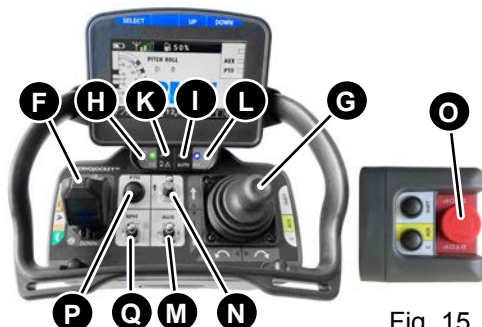

Fig. 15
5.7 PRISE DE FORCE (LAME DE COUPE - ALLUMAGE) (Fig. 15)
5 - UTILISATION EN TOUTE SÉCURITÉ**5.8 RÉGLAGE DE LA HAUTEUR DE COUPE (Fig. 15)**
Fig. 15 a